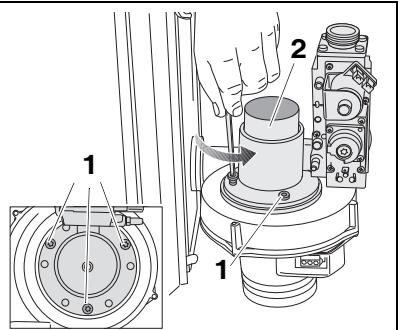

Fig. 9
- Allentare le 3 viti (fig. 9, pos. 1) ed estrarre la valvola del gas con tubo Venturi (fig. 9, pos. 2) dal ventilatore.